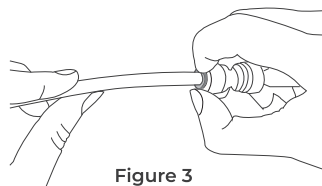

Figure 3
- Utilisez votre pouce et votre index pour appuyer sur la douille de verrouillage. Utilisez votre autre main pour tirer le tube de raccord **(Figure 3)**.